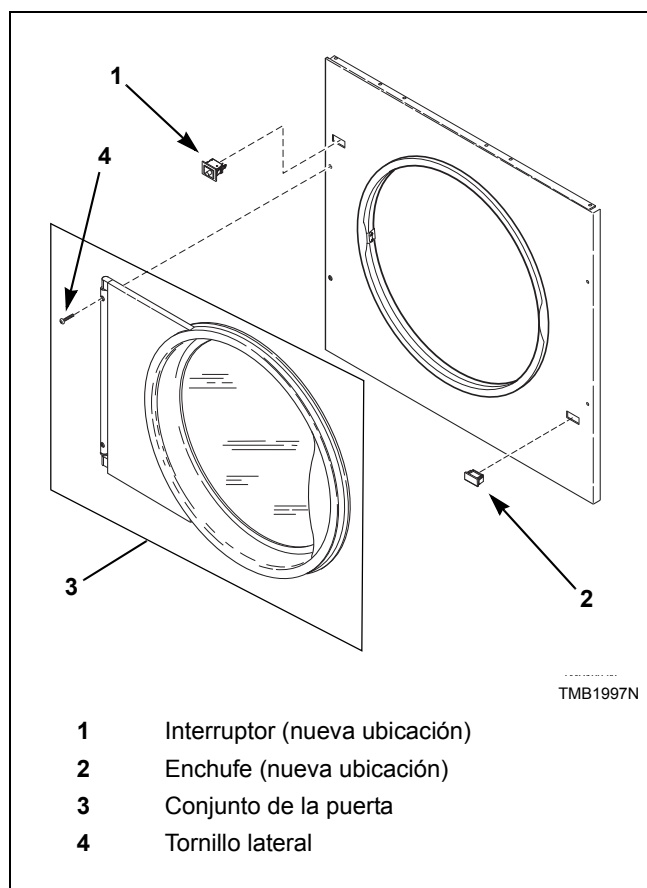

Figura 13
- Ponga el panel frontal en la máquina y atornille los cuatro tornillos inferiores sin apretarlos. Conecte el arnés del interruptor de la puerta al interruptor en la nueva ubicación. Instale el conjunto de la puerta y los cuatro tornillos laterales del panel frontal. Consulte la *Figura 13*.